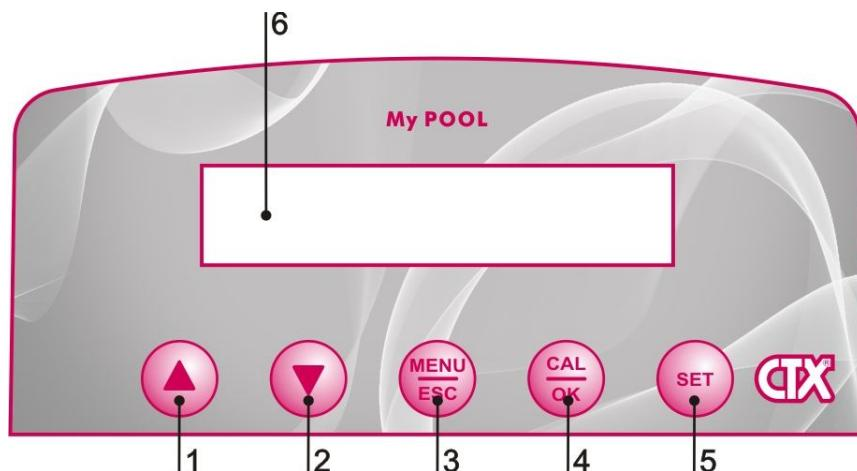

Fig. 4 – Pannello Comandi
Premere insieme i tasti dei valori di incremento (1) e di riduzione (2). (fig. 4).
Con la Pompa in STAND-BY premere insieme i tasti MENU/ESC (3) e CAL/OK (4) (fig.4).